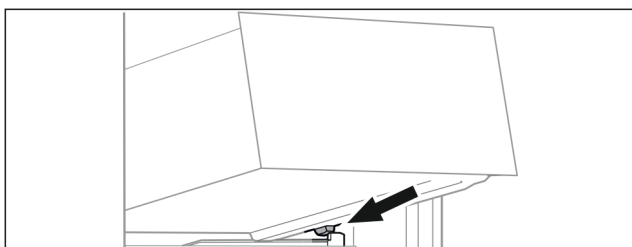

Fig. 167
- Встановити висувний ящик за стопорами на ребро для резервуару навскоси. (див. Fig. 167)